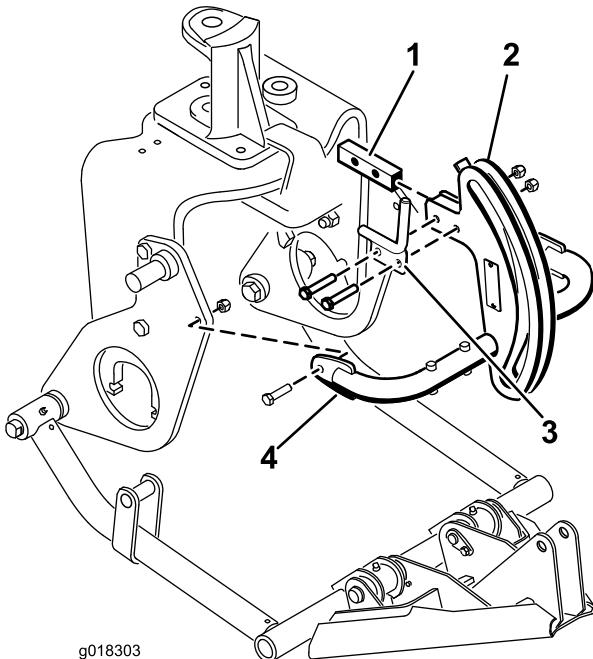

Figure 9
- Fixez le haut du cadre d'attelage et le guide de flexible sur le support du cadre d'attelage avec 2 boulons (3/8 x 2 pouces) et écrous (Figure 9).
- Montez les tubes du bâti d'attelage sur les plaques de support avec les boulons (3/8 x 1-1/2 pouces) et écrous (Figure 9). Serrez les fixations.